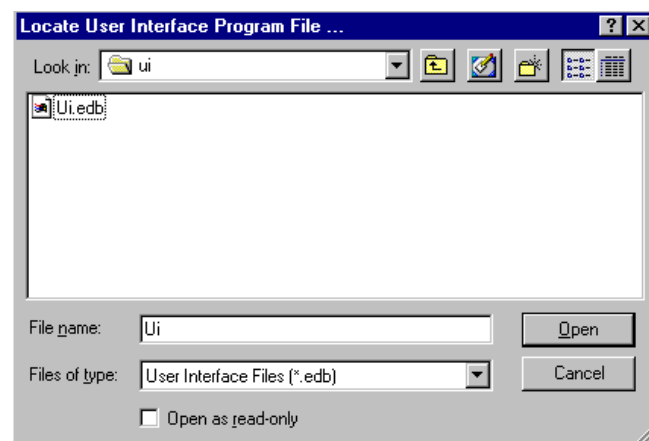

Fig. 13.50
2. La boîte de dialogue Locate User Interface Program Files (localiser les fichiers programme d'interface utilisateur) apparaîtra affichant le répertoire par défaut. Voir Fig. 13.50. Localiser le fichier programme dans ce répertoire ou l'emplacement/disque où se trouve le fichier. Cliquer deux fois sur le fichier ou le sélectionner et appuyer sur le bouton Open.